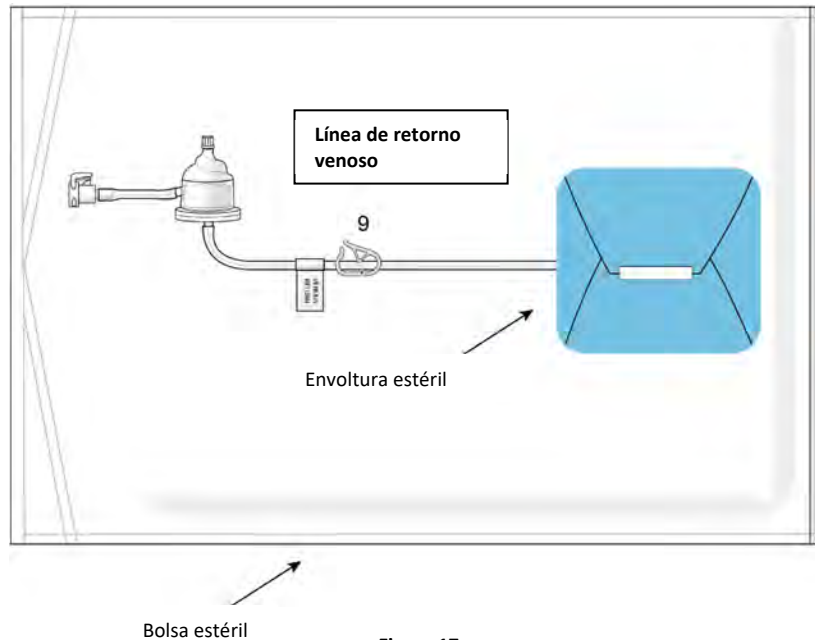

Figura 17
- (b) Abra la bolsa estéril de retorno venoso y saque la línea de retorno venoso y la trampa de burbujas integrada (figura 17).